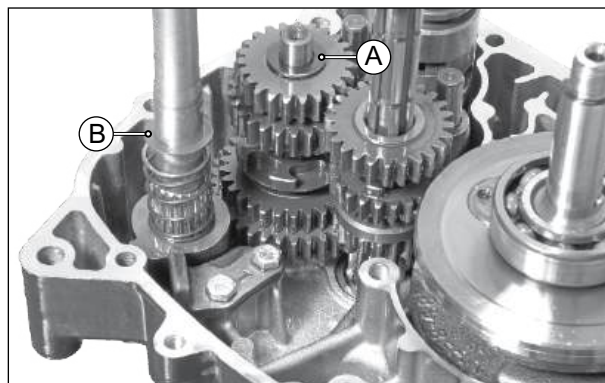

Fig. 3.174
- Instale o calço (12,7x22x1) (A) no eixo de acionamento. (Fig. 3.174)
- Instale o calço (12x24x0,5) (B) no eixo do pedal de partida. (Fig. 3.174)